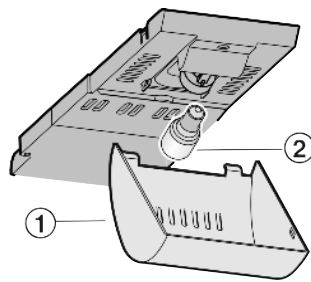

Fig. 12
- ▶ Saisir le recouvrement *Fig. 12 (1)* devant et le faire décliqeter derrière.
- ▶ Remplacer l'ampoule *Fig. 12 (2)*.
- ▶ Remettre en place le recouvrement *Fig. 12 (1)*.